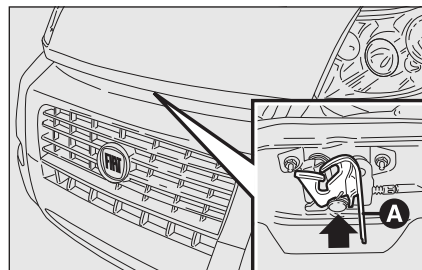

fig. 121
- tirer le levier **A-fig. 121** comme indiqué sur la figure;